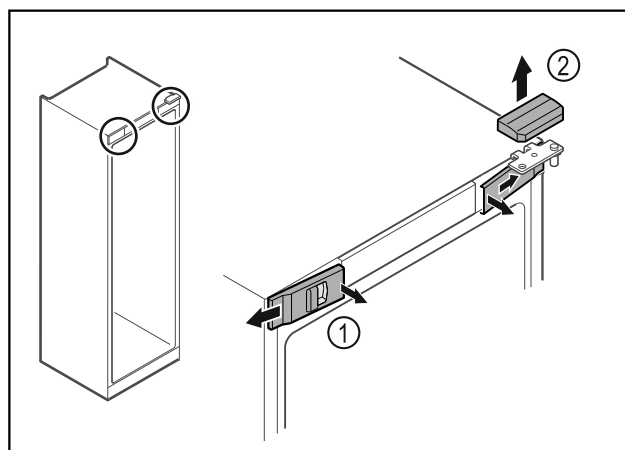

Fig. 7\*
- ▶ Haakige eesmised katted Fig. 7 (1) seest lahti ja võtke küljele maha.\*
- ▶ Võtke ülemine kate Fig. 7 (2) ülespoole maha.\*